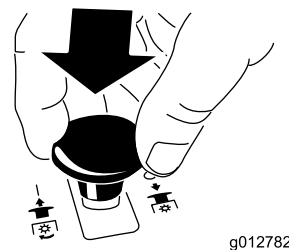

Figura 10
- Premete l'interruttore di comando delle lame (PDF) portandolo in posizione OFF (spento) (Figura 10).